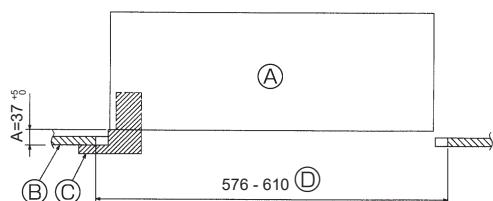

Fig. 10-2
10.2. Preparação da fixação da grelha (Fig. 10-2)